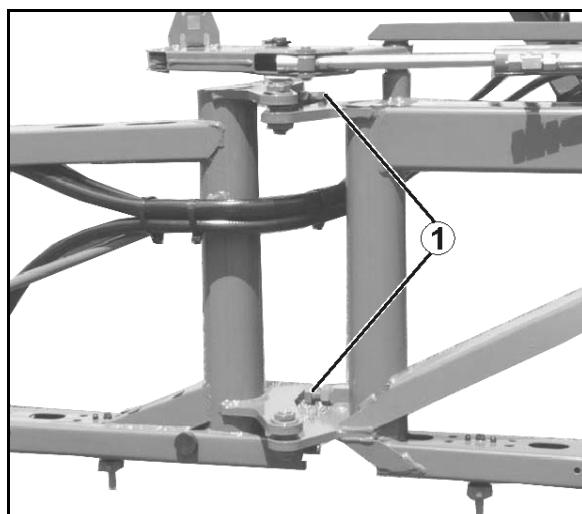

Рис. 146
2. Снимите катушку электромагнитного клапана (Рис. 146/2).
3. Выверните толкатель (Рис. 146/3) с седлами клапана и очистите сжатым воздухом или гидравлическим маслом.